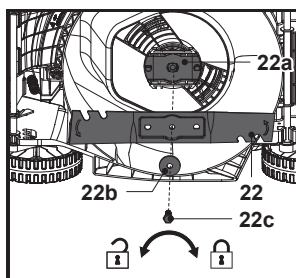

Fig. 22
5. Înlocuiește cuțitul (22) cu unul nou de același tip. Verifică mai întâi starea suportului cuțitului (22a) pe ax, apoi fixează cuțitul (22) pe suport (22a) aliniindu-l cu modelele de pe suport, fixează ansamblul cu șaiba plată (22b) și șurubul de montare (22c) și strânge cu mâna.
6. Ține bine cuțitul (22) cu o mână protejată cu mănușă rezistentă și/sau cu un băț, strânge șurubul de montare (22c) în sens orar la min. 25 Nm, max. 30 Nm pentru funcționarea în siguranță a produsului (fig. 22).